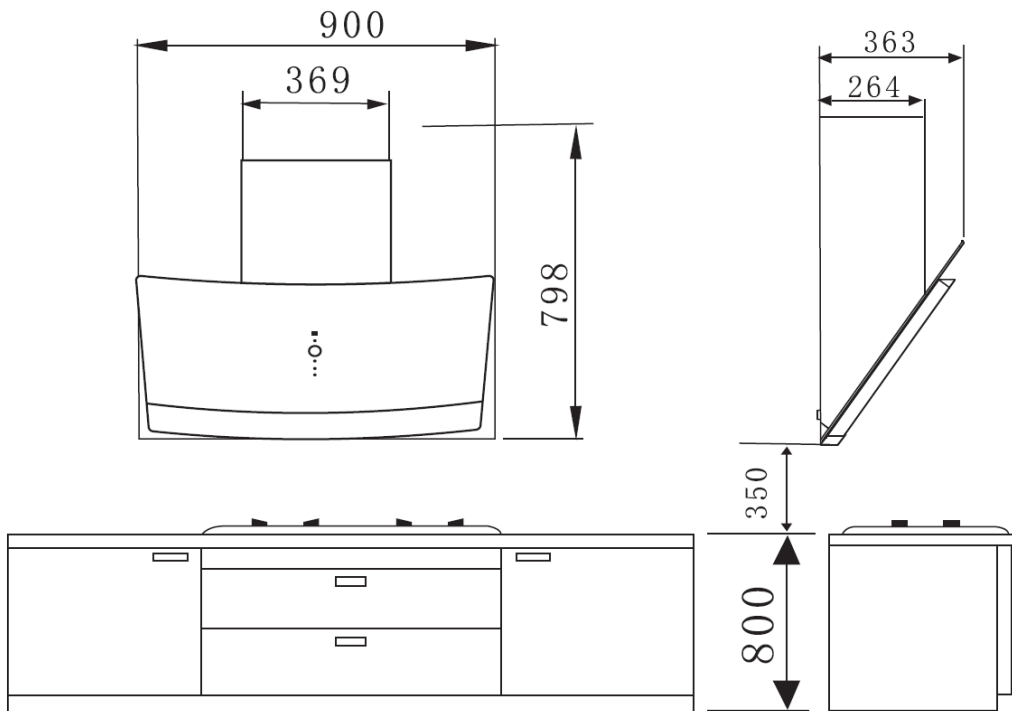

Рис. 3
4. Вытяжка должна быть надежно закреплена на высоте  $\geq 350$  мм над поверхностью варочной панели или плиты. Чем ниже расположен прибор, тем лучше аспирация, см. Рис. 1. Внешние габариты прибора на Рис. 3.